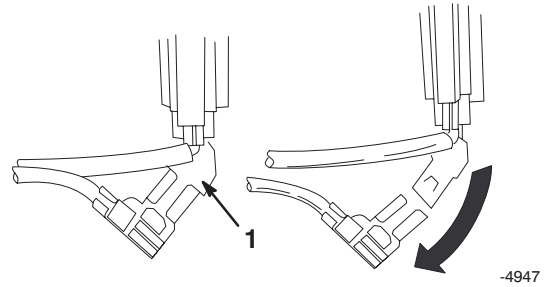

Bild 16
6. Klemmen Sie den grünen Erdungsdrahtclip unter dem Gashebel ab (Bild 16)